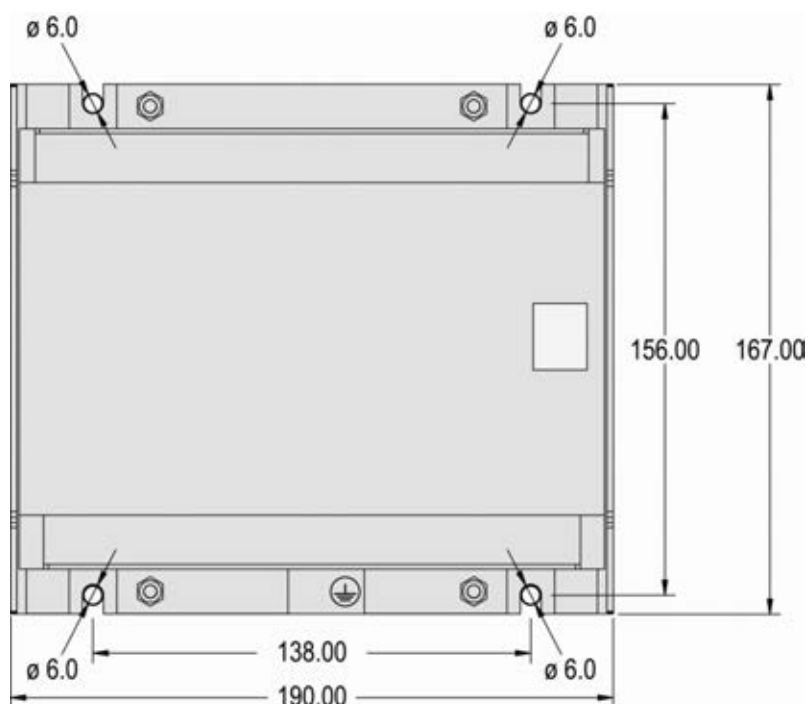

Рис. 8: Металлический корпус - план просверливания отверстий
1. ➤ Просверлите отверстия в соответствии с размерами, указанными в Рис. 8 (размеры указываются в мм).